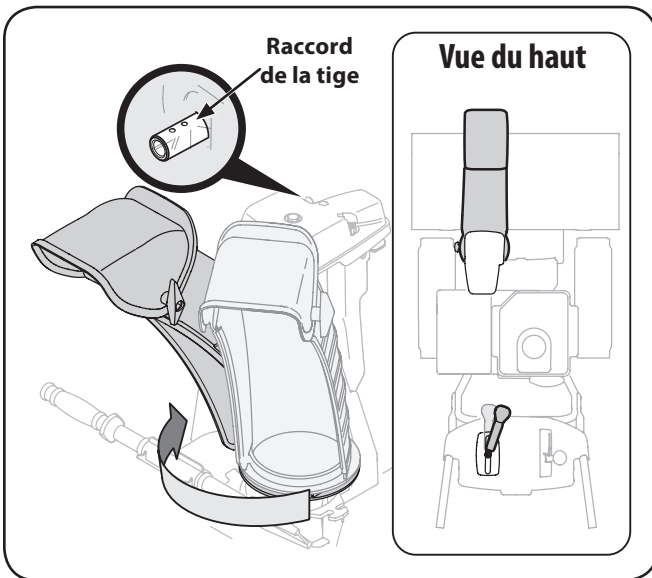

Figure 3-6
4. Serrez la gâchette sur la manette et faites pivoter la goulotte avec votre main de façon à ce qu'elle soit dirigée vers l'avant. Les trous sur le raccord de la tige de commande de la goulotte feront face vers le haut. Voir Figure 3-6.
NOTE : La manette s'inclinera légèrement vers la droite à la position de 13 h. Voir Figure 3-6, « vue du haut ».